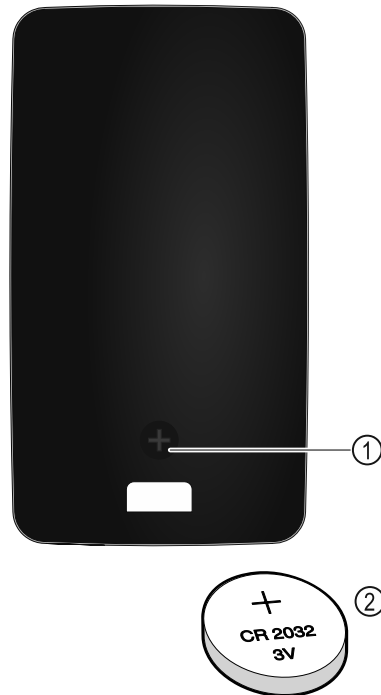

Fig. 220
De stroomvoorziening van de afstandsbediening vindt plaats via een batterij van het type CR 2032 met 3V Fig. 220 (2) die verkrijgbaar is bij de gespecialiseerde handel.
- ▶ Schroef Fig. 220 (1) aan achterzijde van de afstandsbediening eruit draaien.